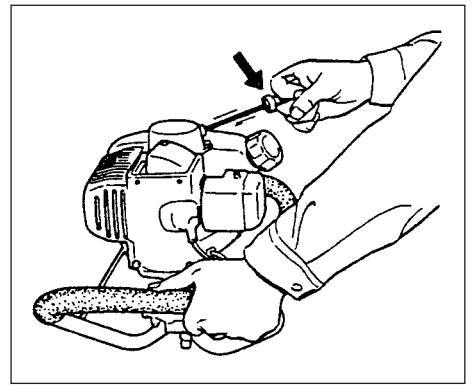

Fig. 2-4
4. Trekk raskt i rekylstarteren, mens man passer på å holde et grep om håndtaket og ikke tillater det å slå tilbake. (fig. 2-4)